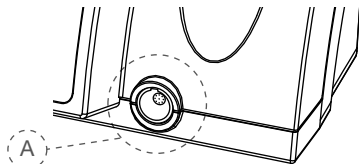

Abb. 2 Anschluss Frontansicht
5. Schließen Sie den Stecker des Mikromotorkabels an die Anschlussbuchse (Abb. 2, A) auf der Vorderseite der Steuereinheit an.
Die Anschlussbuchse (Abb. 2, A) ist ein normaler Einsteckanschluss. Richten Sie den roten Punkt auf dem Stecker senkrecht und passend zur Führung an der Buchse aus. Den Stecker nicht in die Buchse einschrauben. Zum Ausstecken am Metallende des Kabels ziehen. Stecker nicht herausdrehen.